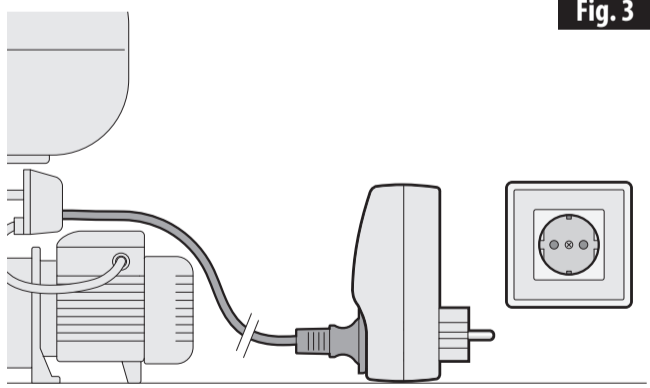

Fig. 3
- Insert the plug of the electric pump's power cable in the EP device (Fig.3).
- Den Stecker des Versorgungskabels der Elektropumpe in das EP-Gerät einsetzen (Abb.3).
- Inserte el enchufe del cable de alimentación de la electrobomba en el dispositivo EP (Fig.3).